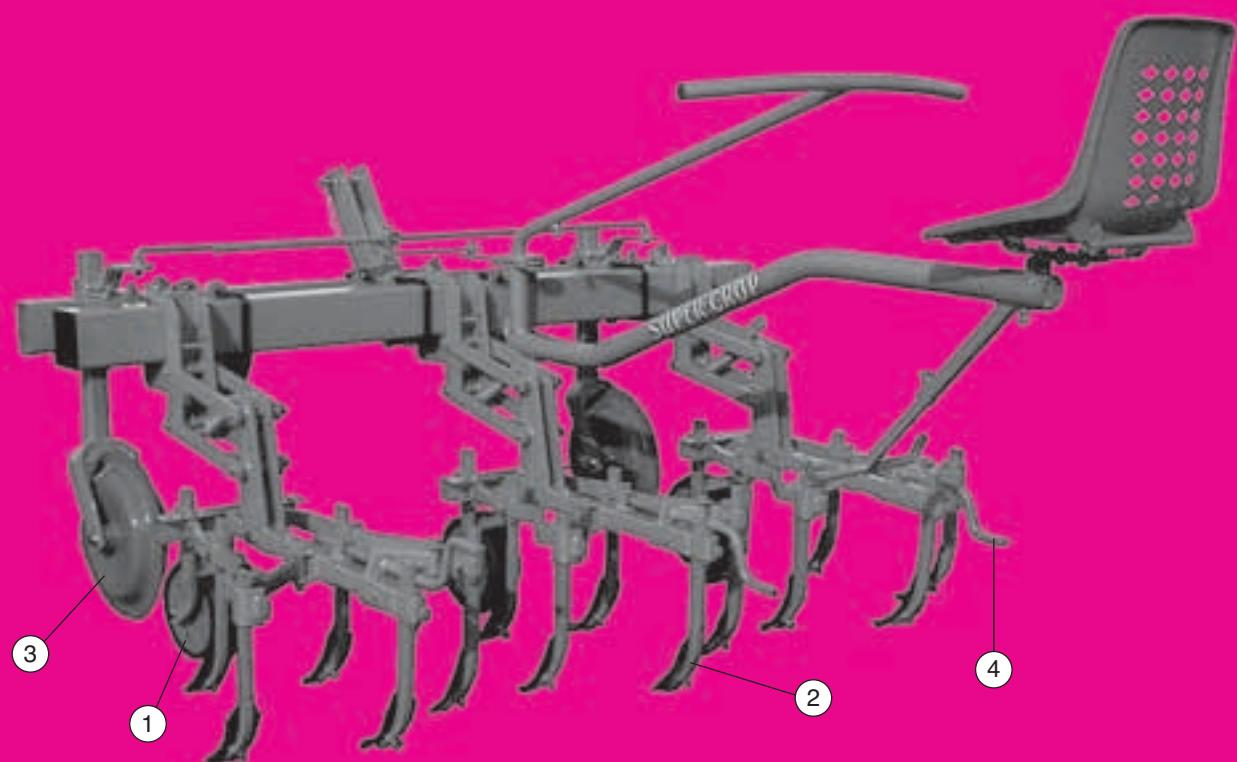

Fig. 23
Sur une telle bineuse, tous les éléments (centraux et latéraux) sont à équipements complets, dont le plus courant se compose de 5 dents rigides soc "Houe" ② Fig. 23.
On this type of cultivator, all the units (central and lateral) are entirely equipped, the most common equipment being made up of 5 rigid tines with "Hoe" share ② Fig 23.
Bei dieser Hackmaschine werden nur ganze Elemente (zentrale und seitliche) mit kompletter Ausrüstung verwendet. Serienmäßig sind die Elemente mit 5 starren Zinken (Hackschar) Abb. 23.
Su tale sarchiatrice, tutti gli elementi (centrali e laterali) hanno attrezzi completi, il più corrente dei quali si compone di 5 denti rigidi vomere "Zappa" (2) Fig. 23.